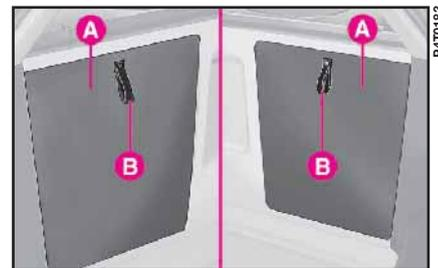

fig. 47
1) Enlever le volet A (fig. 47) du compartiment de service droit ou gauche du coffre à bagages en tirant la poignée B et le sortir.